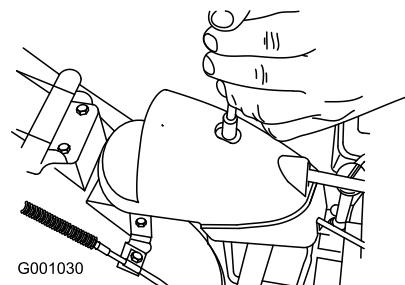

Рисунок 52
1. Снимите крепежные детали на крышки редуктора (Рисунок 52), поднимите переднюю часть крышки и сдвиньте ее дальше назад.